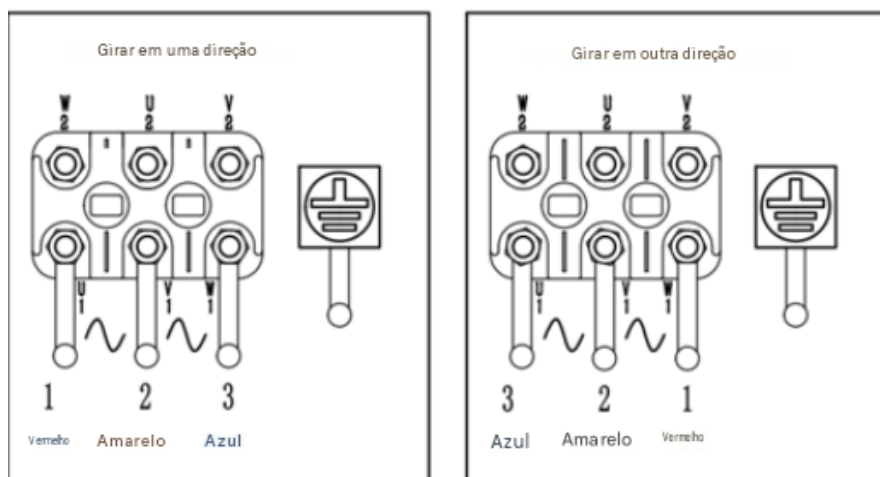

Figura 7. Ajuste detalhado da conexão dos fios.
3. Preste atenção ao sentido de rotação do eixo. Se o sentido estiver incorreto, desligue a alimentação elétrica, sinalize ou bloqueie o equipamento e, em seguida, ajuste as conexões do cabo externo para inverter o sentido de rotação. O detalhamento do ajuste das conexões dos fios encontra-se na Figura 7.